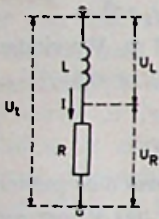

Fig. 3
a. Fig. 3 stelt het vervangschema voor. Het opgenomen vermogen is: